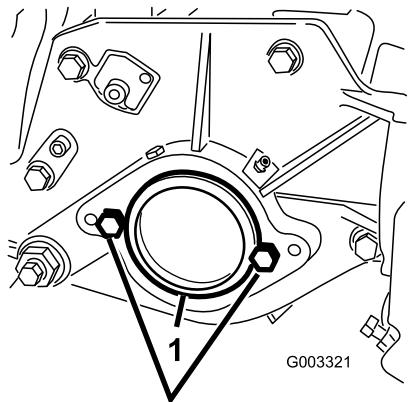

Figura 7
3. Na extremidade direita da unidade de corte, retire o tampão de plástico da caixa de rolamentos (Figura 7).
4. Retire os 2 parafusos da placa do lado direito (Figura 7).
2. Parafusos (2)
6. Instale os 2 parafusos de montagem do motor do cilindro na placa do lado esquerdo da unidade de corte (Figura 7).